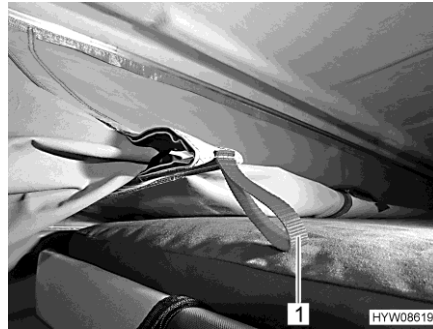

Bild 23 Einzugsvorrichtung
- Zeltstoff an den roten Laschen (Bild 23,1) der Einzugsvorrichtung nach innen ziehen.